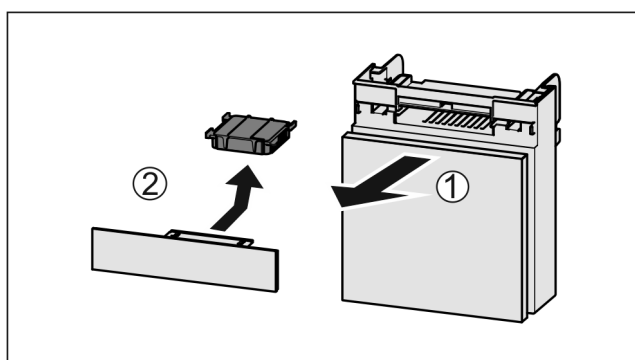

Fig. 171
- ▶ Extraire le compartiment par l'avant Fig. 171 (1).
- ▶ Sortir le filtre à charbon actif Fig. 171 (2).